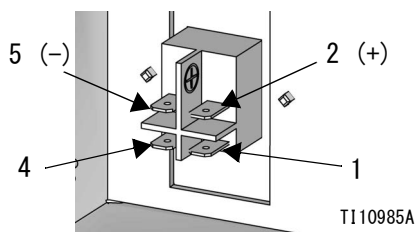

図 37
2. 24 Vdc モジュール (154) を取り付けブラケット (151) に取り付けます。
3. 電源スイッチ (159) を取り付けブラケット (151) に取り付けます。
4. クイック断路器を 24 Vdc モジュール (154) から電源スイッチ (157) の端子をつなぐケーブルに取り付けます。
5. 電源出力ケーブルを CAN ケーブル (163) に接続します。
6. 24 V クラス 2 電源を電源スイッチの端子に次のように取り付けます: +24 Vdc を端子 2 (+) に、24 Vdc の戻りを端子 5 (-) に。図 37 を参照してください。